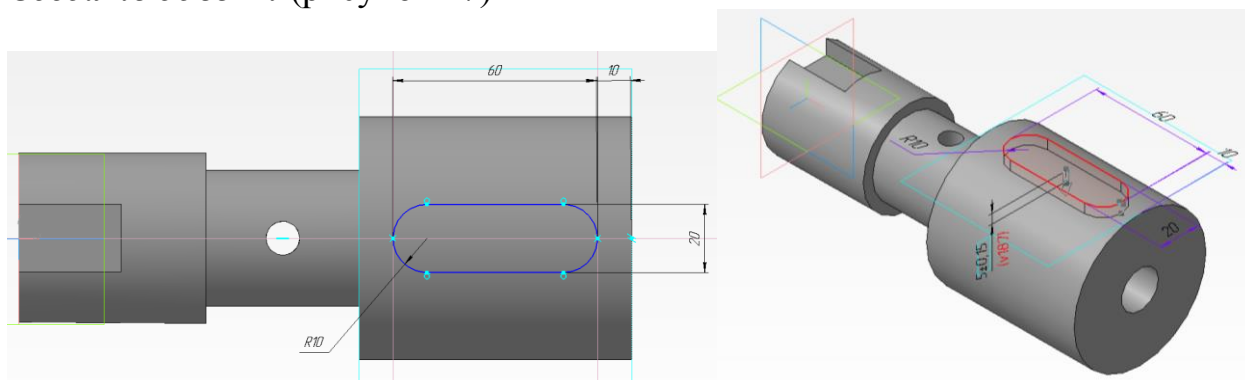

Рисунок 17.
12. Создаем эскиз шпоночного паза. В качестве плоскости выбираем касательную плоскость. По размерам выполняем эскиз шпоночного паза (рисунок 17).
13. Далее через  - *Редактирование детали*, выбираем  - *Вырезать выдавливанием*, задаем расстояние - 5. После появления фантома - *Создать объект* (рисунок 17)